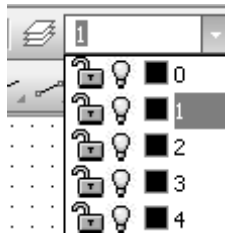

Рис. 43. Состояние слоев
5. Сделайте активным первый слой (*черновик*) (рис. 43).